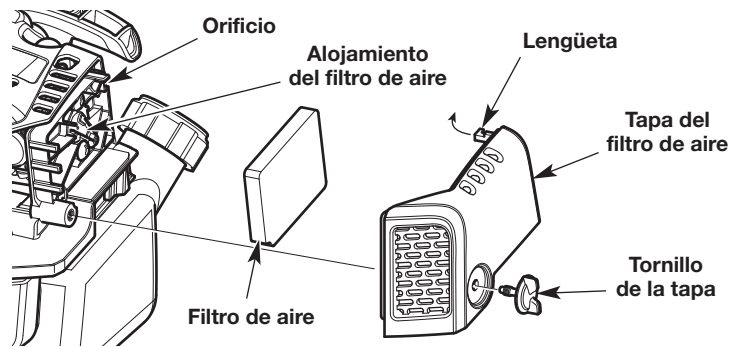

Fig. 33
1. Desenrosque completamente el tornillo de la tapa. Gire la cubierta del filtro de aire hacia la derecha. Extraiga la tapa del filtro de aire del alojamiento de dicho filtro (Fig. 33).
2. Extraiga el filtro de aire de su alojamiento (Fig. 33).
6. Vuelva a instalar el filtro de aire en su alojamiento (Fig. 33).
7. Inserte la lengüeta sobre la cubierta del filtro de aire dentro del orificio en el alojamiento del filtro de aire. Gire la cubierta del filtro de aire hacia la izquierda. Oprima la tapa del filtro de aire nuevamente en el alojamiento de dicho filtro. Inserte el tornillo de la tapa dentro de la tapa del filtro de aire. Apriete el tornillo de la tapa para sujetar dicha tapa (Fig. 33).